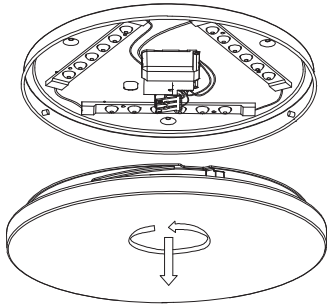

Bild 1
- Bild 1:** Die Kuppel von der Grundplatte evtl. abnehmen (Bajonett-Verriegelung).